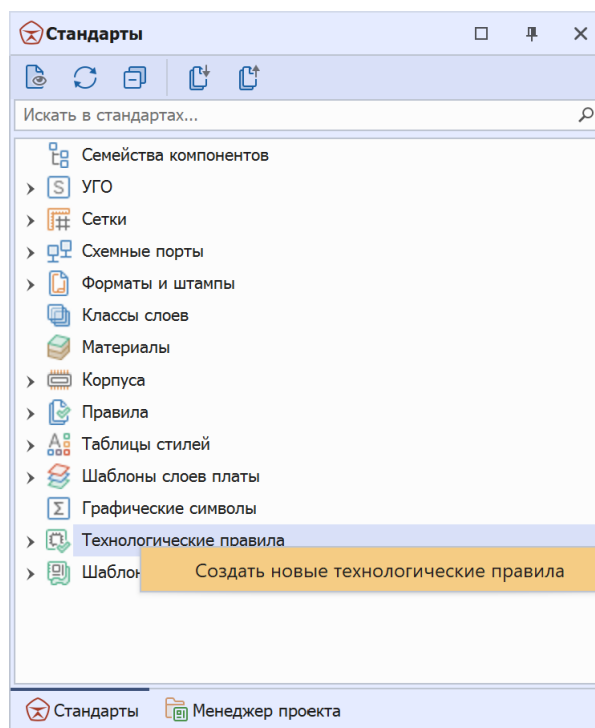

Рис. 123 Создание нового шаблона технологических правил
2. Вызовите контекстное меню с узла и выберите пункт «Создать новые технологические правила», Рис. 123.